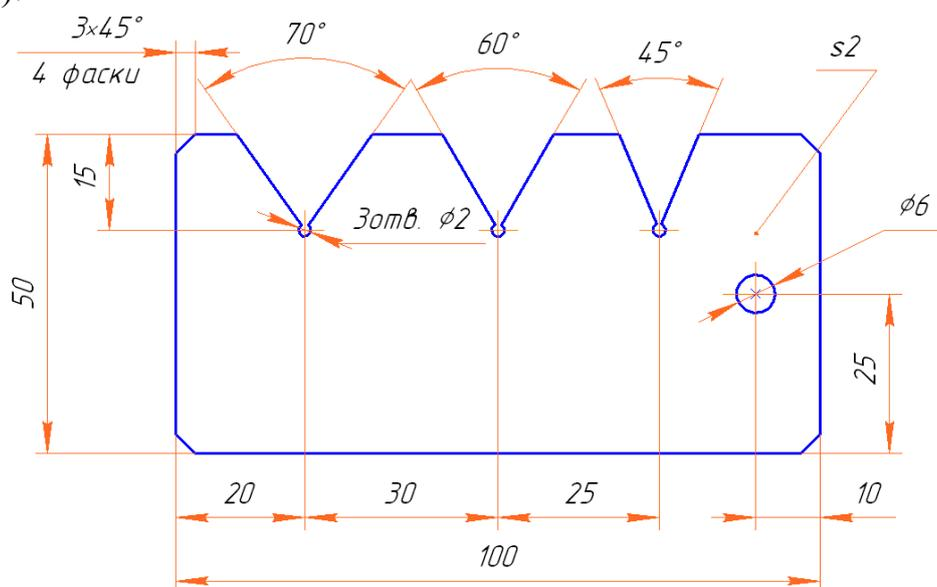

Рис. 21.16.
10.7. Измените ширину основных линий на экране, например, на 3 пиксела (рис. 21.16).